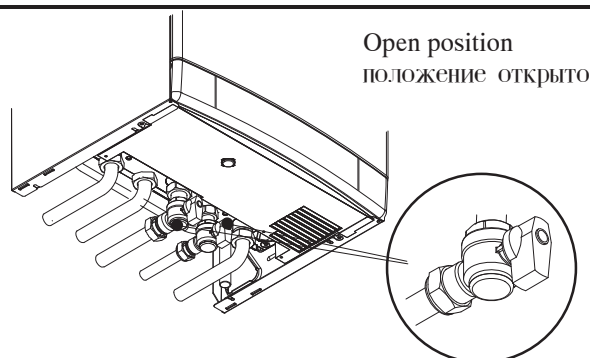

Fig. 2.3
1. Check that the taps located in the lower part of the boiler are open (Fig. 2.3).
1. Проверьте, чтобы краны, расположенные в нижней части котла были открыты (Рис. 2.3.)